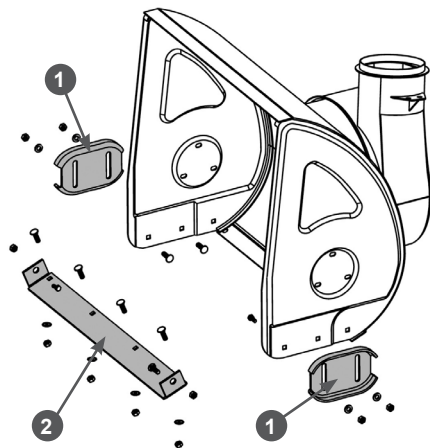

Рис. 35 Обслуживание кожуха шнеков
- Открутите гайки, извлеките болты крепления ползков 1 (Рис. 35) и снимите ползки с кожуха шнеков.
- Переверните ползки на 180 градусов или установите новые ползки и закрепите их четырьмя болтами и гайками (Рис. 35). Перед окончательной затяжкой гаек отрегулируйте высоту забора снега.
Для наглядности на Рис. 35 кожух шнеков показан без шнеков, редуктора и валов.
- Открутите гайки, извлеките болты крепления и снимите нижнюю накладку 2 с кожуха шнеков (Рис. 35).
- Установите новую нижнюю накладку и закрепите ее болтами и гайками (Рис. 35).